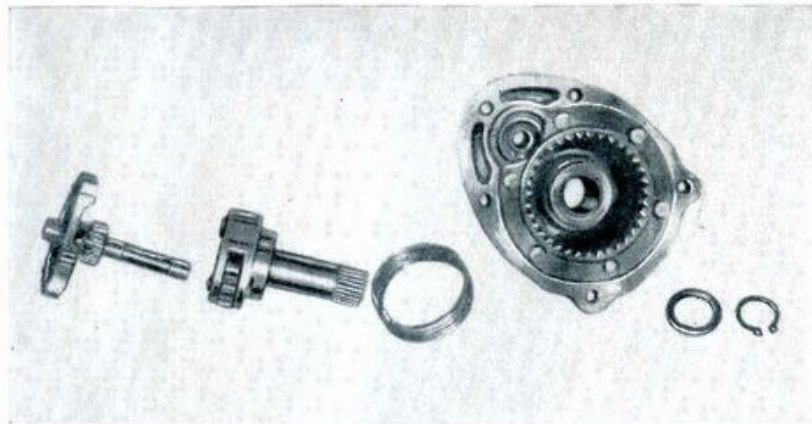

Fig. 22
- Op. 3) Sfilare i particolari (fig. 22):